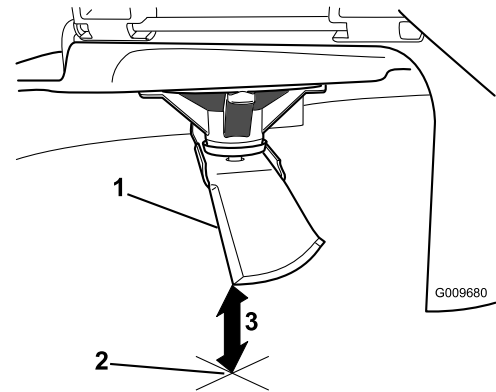

Bild 49
- Messen Sie von der Messerspitze bis zu ebenen Fläche (Bild 49).